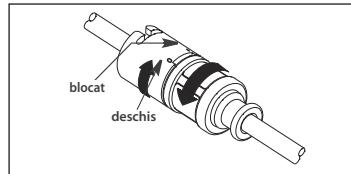

Figura 2
- b. Dacă se utilizează un ecran anticontaminare pentru cateter cu adaptor TwistLock, asigurați-vă că adaptorul dublu TwistLock al ecranului anticontaminare al cateterului este complet deschis (consultați Figura 2).